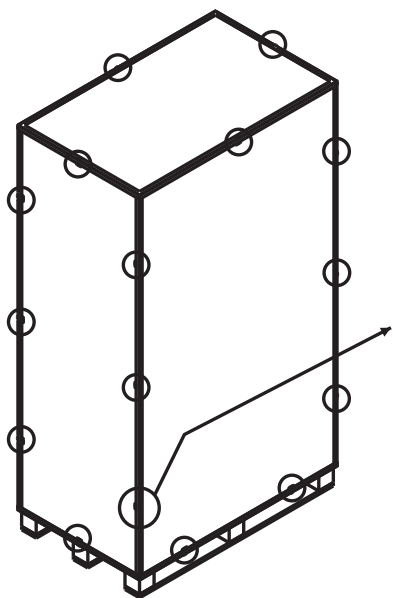
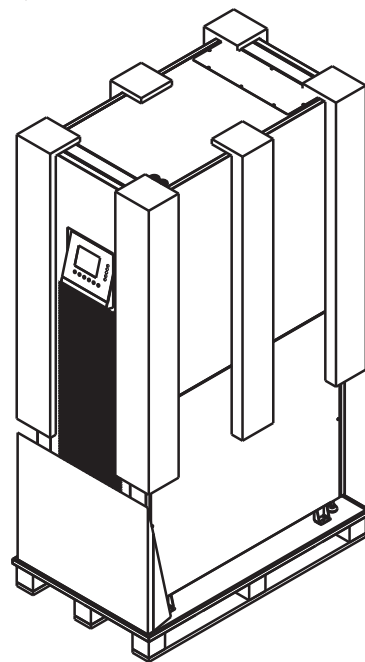

Figure 4.1
Figure 4.2
1. Une fois l'onduleur amené sur le site de son installation, vous devez commencer par le retirer de son emballage. Suivez les procédures de déballage ci-dessous pour retirer le carton principal (Figure 4.1) et les matériaux de protection (Figure 4.2).